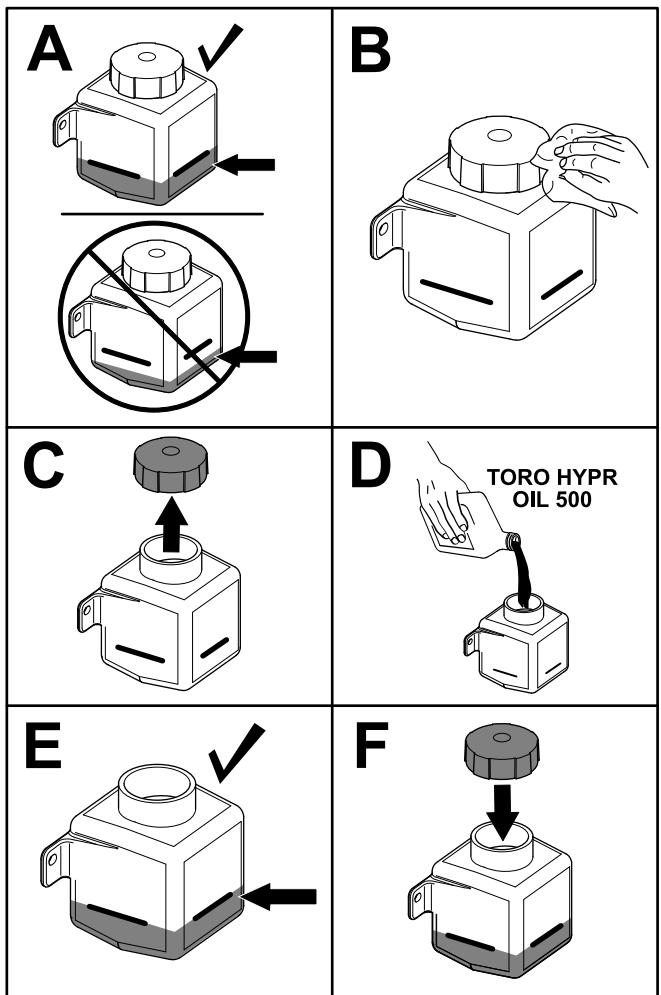

Рисунок 61
- Проверьте уровень жидкости на стороне гидравлического бака (Рисунок 61). Продолжите выполнение данной процедуры, если уровень ниже отметки холодной жидкости.
- Очистите зону вокруг крышки гидравлического бака (Рисунок 61).
- Снимите крышку с заливной горловины и долейте жидкость в бак до отметки уровня холодной жидкости (Рисунок 61).
- Установите крышку бака (Рисунок 61).